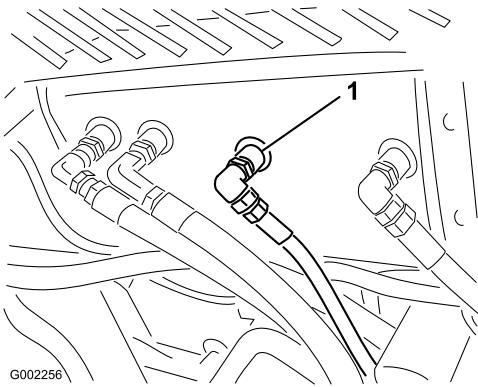

Bild 60
- Reinigen Sie den Bereich um einen Hydraulikschlauchanschluss unten am Hydrauliktank (Bild 60).
- Nehmen Sie das Schlauch-Anschlussstück vom Tank ab und lassen Sie das Öl in die Wanne laufen (Bild 60).